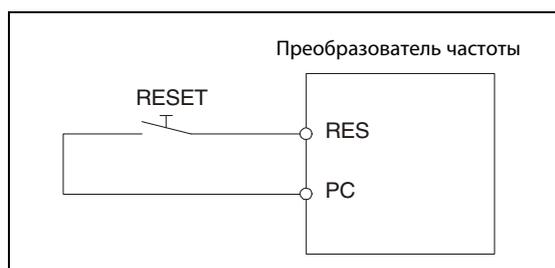

Рис. 7-3:
- Путем включения сигнала RESET (соединение клемм RES и SD при использовании негативной логики или, как изображено на рис. 7-3 при использовании позитивной логики, клемм RES и PC на время не менее 0,1 с и последующего его отключения. В процессе перезапуска на индикаторе мигает сообщение "Err".